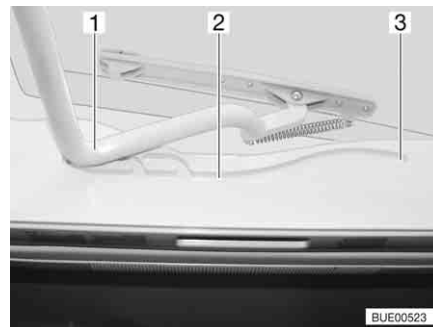

Bild 90 Heki-taklucka, spår
- Dra in bygel (Bild 90,1) i spåret (Bild 90,2) till den bakersta positionen (Bild 90,3).
- Tryck bygel (Bild 90,1) lätt uppåt med båda händerna.
- Drag bygeln till önskad position i spåret (Bild 90,2).